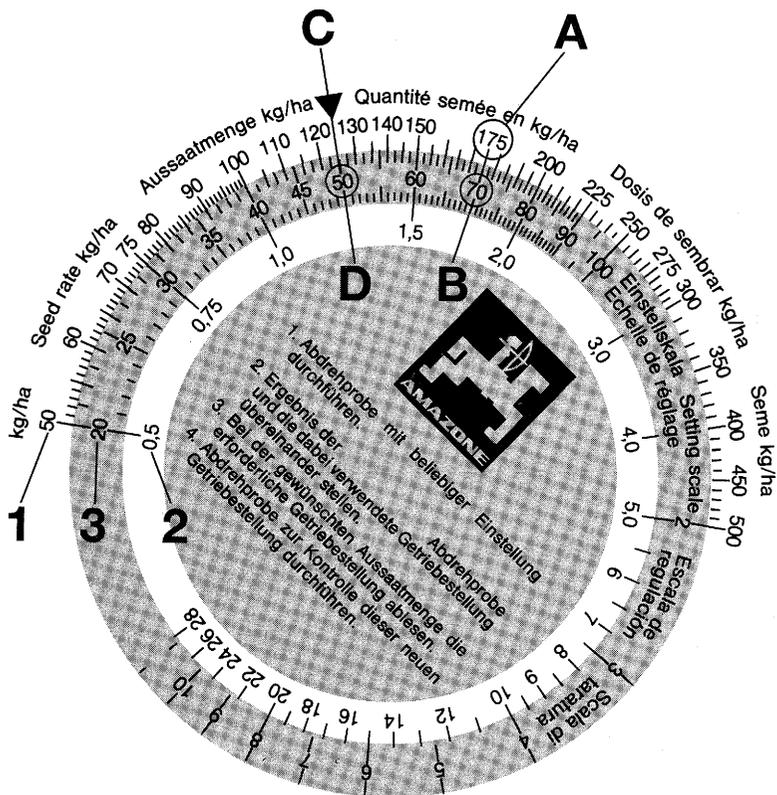

Fig. 54
Le **premier** contrôle de débit ne permet pas en général d'obtenir la quantité de graines souhaitée. Cependant, les valeurs fournies par le **premier** contrôle permettent d'obtenir facilement la valeur correcte du réglage au boîtier sélecteur en utilisant la réglette de calcul (en forme de disquette) jointe au présent document (fig. 54).
La réglette comporte 3 échelles graduées. Une échelle en bordure du disque sur fond blanc (fig. 54/1) pour les quantités supérieures à 30 kg/ha, et une échelle intérieure sur fond blanc (fig. 54/2) pour les quantités inférieures à 30 kg/ha. L'échelle intermédiaire à fond coloré (fig. 54/3) indique les valeurs de réglage du sélecteur, échelonnées de 1 jusqu'à 100.
- Mettre en concordance la quantité semée 175 kg/ha (fig. 54/A) avec la valeur de réglage "70" (fig. 54/B).
- Lire alors sur la réglette la valeur de réglage du sélecteur correspondant à la quantité de graines voulue de 125 kg/ha (fig. 54/C). Dans notre exemple, cette valeur de réglage est "50" (fig. 54/D).